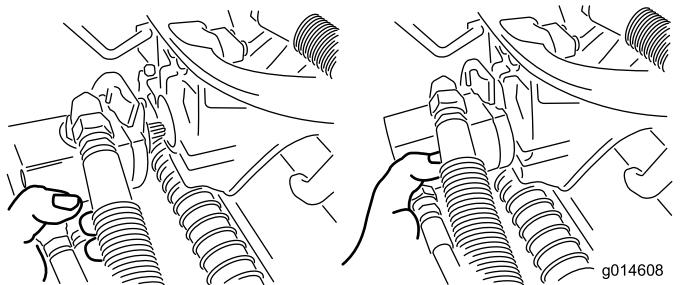

Bild 49
3. Legen Sie den Motor am Aufbewahrungsplatz vorne am Aufhängearm ab (Bild 49).